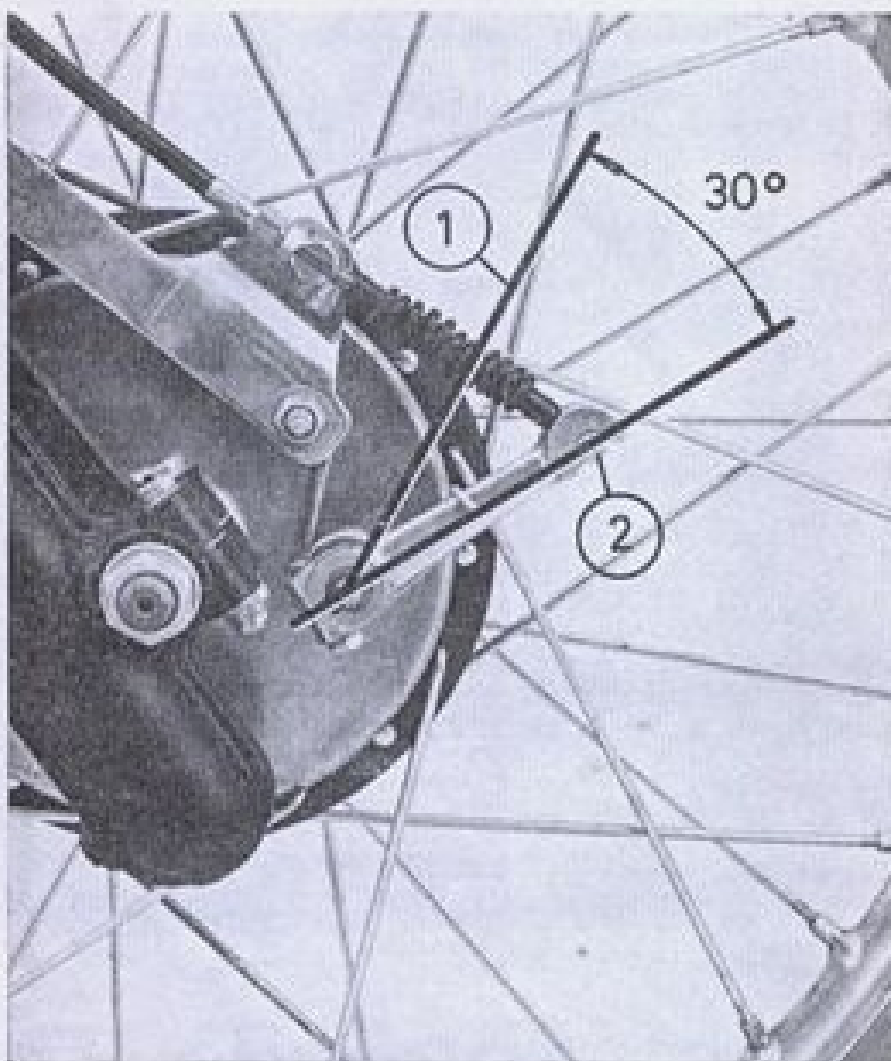

Fig. 21
3. **Ajuste de la palanca del freno.** Conforme se van girando los forros de freno, la palanca va cambiando de posición en los sucesivos reglajes. Así llegará un momento que el muelle quedará comprimido en exceso y perjudicará al frenado. Cuando así ocurra se procederá a cambiar posición de la palanca girándola en unos grados (ver fig. 21). Fijar en esta posición con llave de 10 mm y graduar como se ha dicho en los puntos 1 y 2.
4. **Cambio del cable-funda del freno.** Primeramente, recuperar los dos tensores, el del mando del manillar y el inferior de la palanca. Seguidamente dominar la palanca del freno hacia arriba para extraer el terminal y luego el conjunto cable-funda por la ranura hecha al efecto (ver fig. 21). Finalmente extraer el terminal superior fijo al mando.